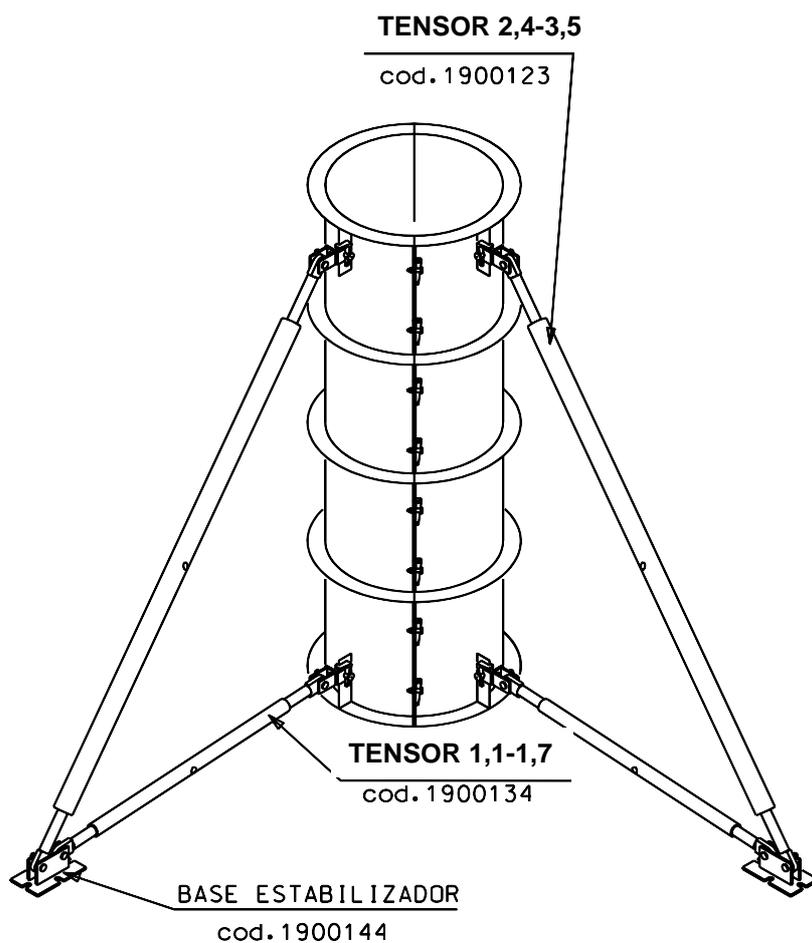

Figura 9
- ◆ Por último, se procederá a colocar los TENSORES ORMA y sus correspondientes BASES ESTABILIZADORAS.(ver figura 9)